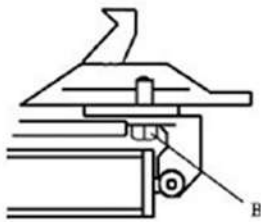

Fig 19
Observação: Após os primeiros 20 dias de uso, reaperte as garras com os parafusos de aperto (B) no Prato Giratório (Fig. 19)